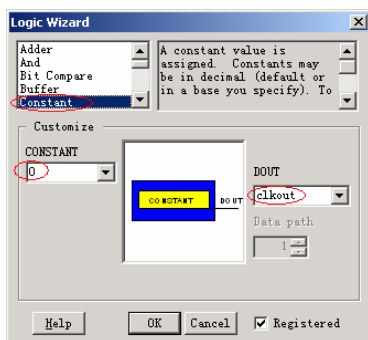
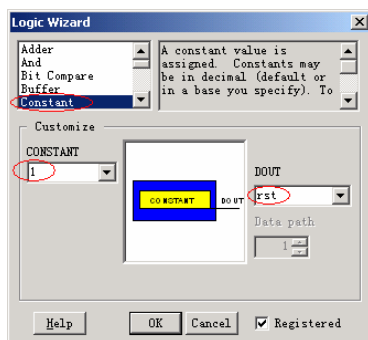

图9-26 添加状态逻辑“clkout=‘0’”
图 9-27 添加状态逻辑“rst=‘1’”
- (1) 双击“STATE0”状态，进入状态编辑窗，在状态编辑窗更改状态的名称为“CLEAR”。单击 **Output Wizard** 按钮，打开逻辑向导，按照图 9-26 所示添加状态逻辑“clkout=‘0’”，单击 **OK** 按钮确认设计；单击 **Output Wizard** 按钮，按照图 9-27 所示添加状态逻辑“rst=‘1’”，单击 **OK** 按钮确认设计。